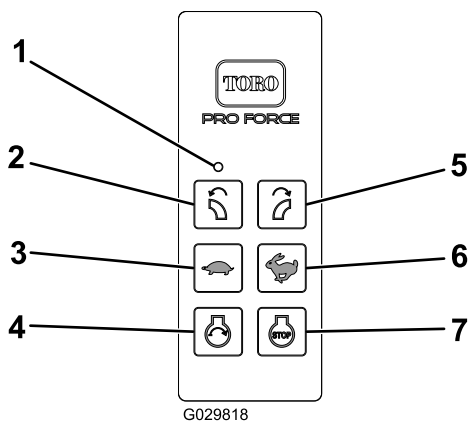

Figure 13
4. Le démarrage du moteur n'est possible qu'en appuyant sur le bouton de démarrage quand l'état d'activation de démarrage du moteur est actif. L'état d'activation de démarrage ne devient actif que lorsque la séquence d'activation de démarrage du moteur a été exécutée (Figure 13):